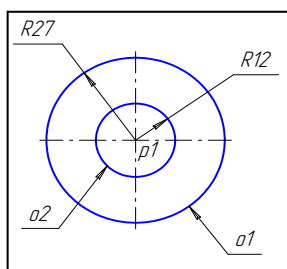

Рис. 66
3. Затем постройте окружность o2 без осевых линий радиусом 12 мм. Положение центра задайте в центре окружности o1 (точка p1) с помощью привязки **Ближайшая точка**, рис. 66.